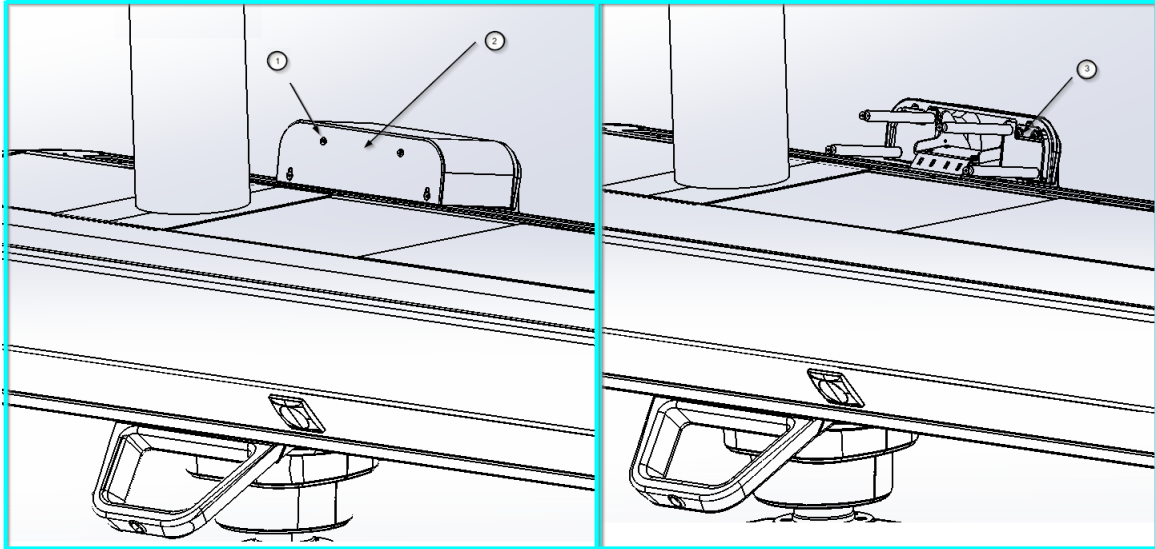

Fig.10 Verwijderen van de bovenste sierkap
- Draai de bevestigingsschroeven ① los waarmee de bovenste sierlijst ② is bevestigd, zoals links in afbeelding 10 wordt weergegeven.
- Verwijder de bovenste sierlijst ②